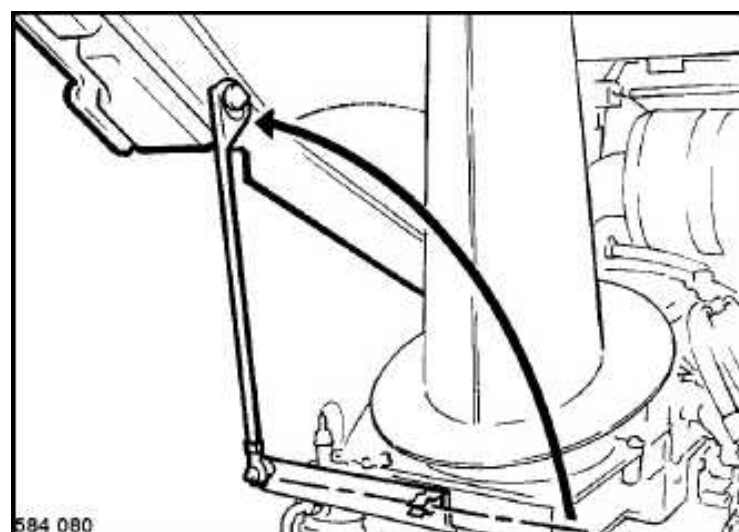

Fig. 62
- Sacar el apoyo de su fijación y apuntalar la cubierta (Fig. 62).